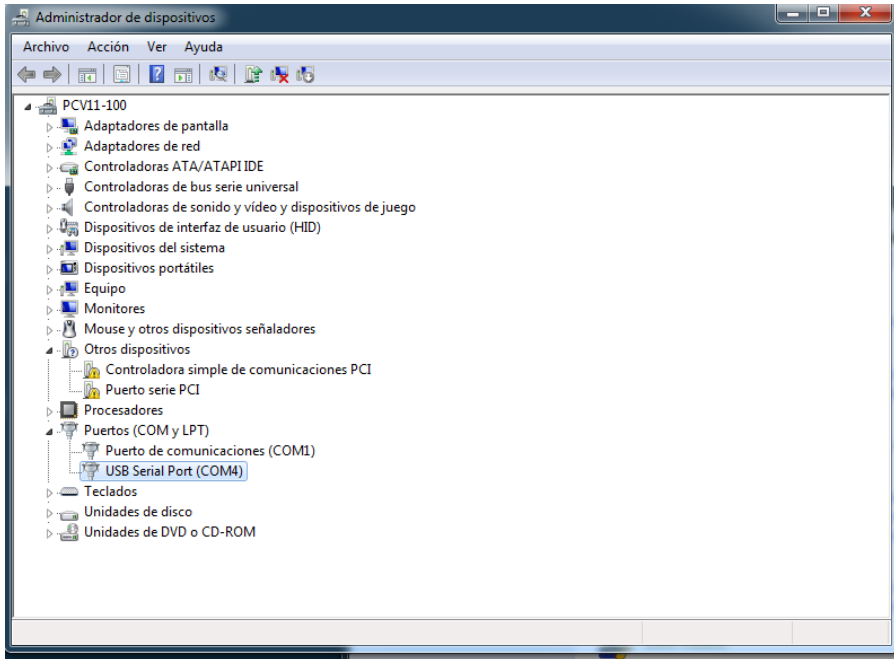

Fig. 123-Administrador de dispositivos
- 4) Dentro de la ventana del administrador de dispositivos, desplegar el menú "Puertos (COM & LPT)" y hacer doble click en el puerto serie que corresponde al iProgrammer. En el ejemplo de la Fig. 123, es el puerto "USB Serial Port (COM4)".